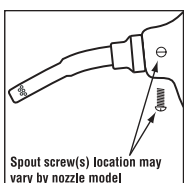

Figure 34
- ✓ Verify that the spout retaining screws (12VW and 14VI only) are present and tight. Tighten if necessary. (See Figure 34)
- ✓ Controle que todos los tornillos que sujetan el tubo de descarga (12VW y 14VI únicamente) estén ajustados y en su lugar. Ajustelos si es necesario. (Vea la ilustración 34)
(Ilustración 34)